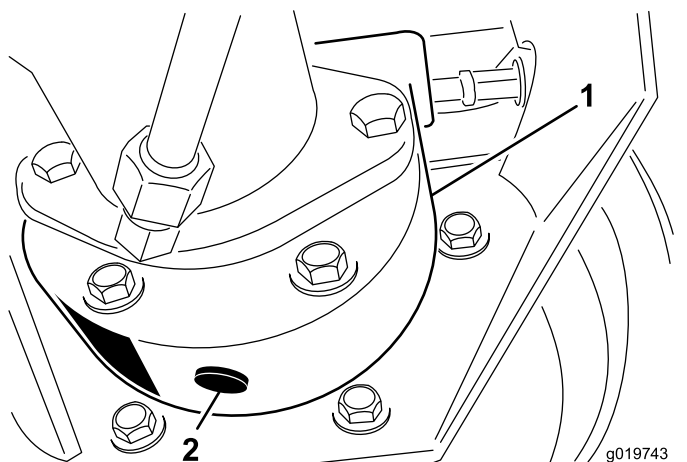

図 40
3. ブレーキハウジングの下に容器を置き、プラグを外してオイルを抜く 図 40。